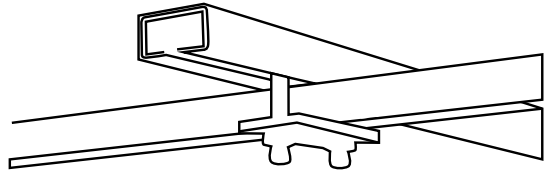

figura 3
3. Fije la tienda de campaña de techo a su baca o barras de techo en cuatro puntos según la figura 3.